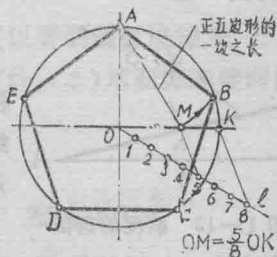

图1—11 用等分半径作图
(3)正七边形,这里介绍一种比较简单的作图方法。如图1—12所示,用比例法求作已知圆半径 OA 等于八等分,取 OA 的 $7/8$ 得点 K ,线段 AK 即为该圆周七等分的一边之长,用线段 AK 等分已知圆周,即得正七边形 $ABCDEFG$ 。